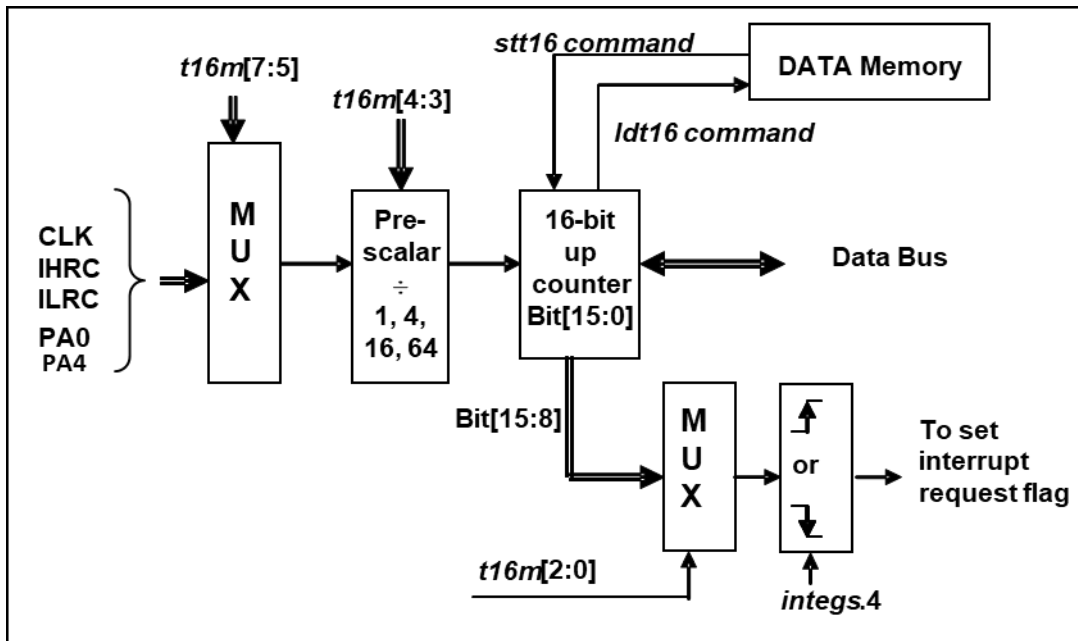

图 8: Timer16 模块框图
PMB180(B) 内置一个 16 位硬件计数器 (Timer16)，计数器时钟可来自于系统时钟 (CLK)，内部高频振荡时钟 (IHRC)，内部低频振荡时钟 (ILRC)，PA4 和 PA0。在送到 16 位计数器之前，1 个可软件程序设计的预分频器提供÷1、÷4、÷16、÷64 选择，让计数范围更大。16 位计数器只能向上计数，计数器初始值可以使用 *stt16* 指令来设定，而计数器的数值也可以利用 *ldt16* 指令存储到 SRAM 数据存储区。选择器用于选择 Timer16 的中断条件，无论何时发生溢出，都可以触发 Timer16 中断。计时器 16 的硬件框图如图 8 所示。16 位计数器的中断请求可以通过 16 位计数器的位[15:8]来选择，中断类型可以上升沿触发或下降沿触发，定义在寄存器 *intgs.4*。